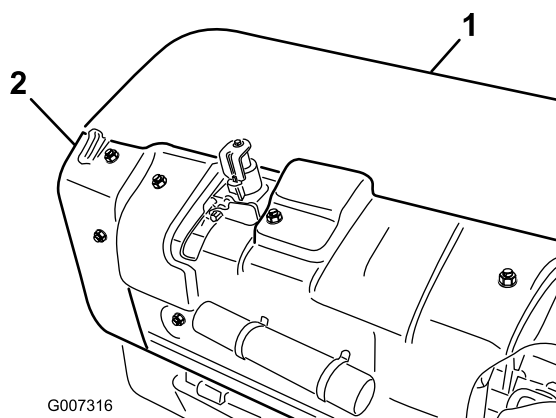

Figure 29
- A. Déposez le couvercle arrière de la tête d'aération (Figure 29).
- B. Enlevez les vis de fixation de la protection de la poulie et déposez la protection (Figure 29).